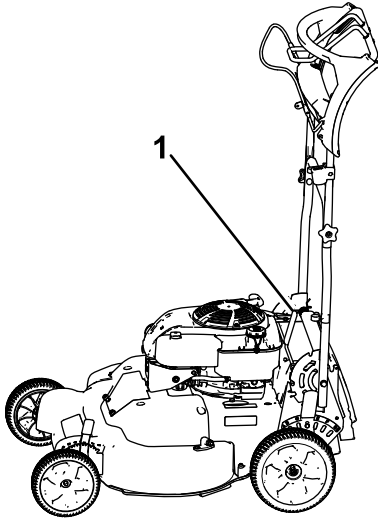

Bild 38
1. Arretieren Sie den Holm in der vertikalen Stellung (Bild 38), siehe Einstellen der Holmhöhe \(Seite 12\).